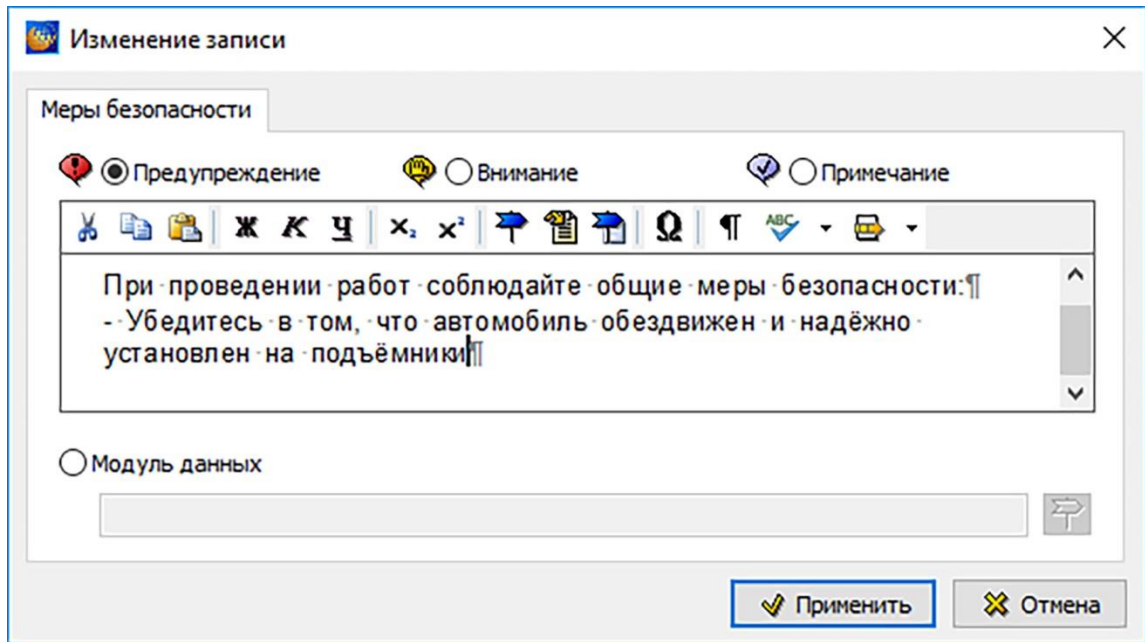

Рисунок 377
- 3) В окне **Добавление записи** задайте, в каком виде будет вставлена запись – **Предупреждение**, **Внимание** или **Примечание** (рисунок 377).